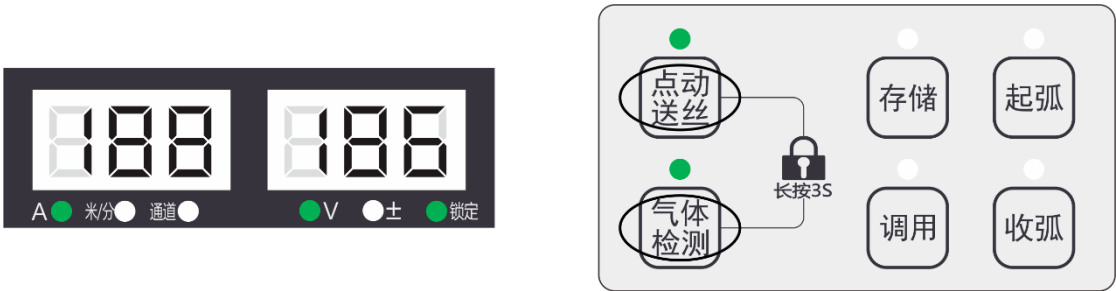

图3-26 普通锁定界面
- 1. 选择好焊接参数，同时长按“点动送丝”键和“气体检测”键 3s，锁定指示灯点亮，即进入普通锁定界面，如图 3-26 所示。